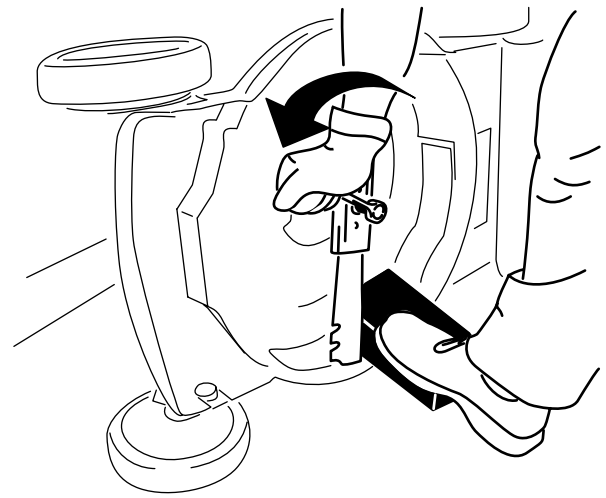

Figure 20
2. Immobilisez la lame avec un morceau de bois (Figure 20).
3. Déposez la lame et conservez les fixations (Figure 20).